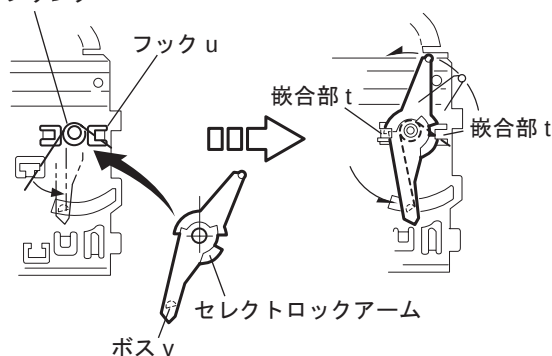

図 23
3.2.12 セレクトアーム (L), セレクトロックアームの再組立方 (図 23, 24, 25 参照)